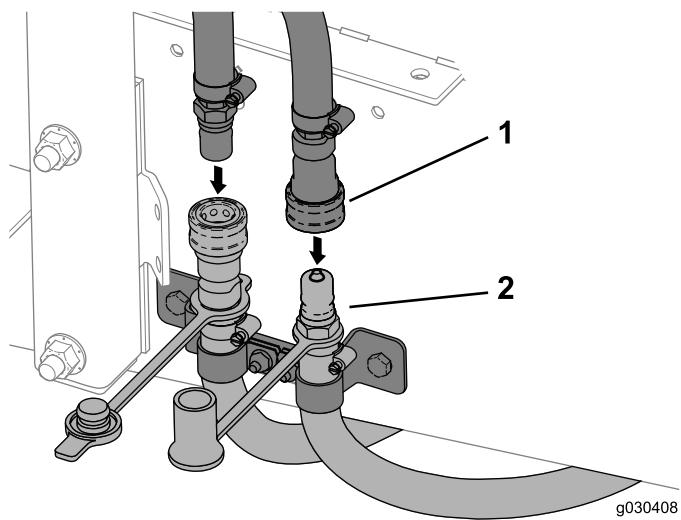

Figura 41
- Ligue os tubos da cabina aos tubos montados na máquina (Figura 41).